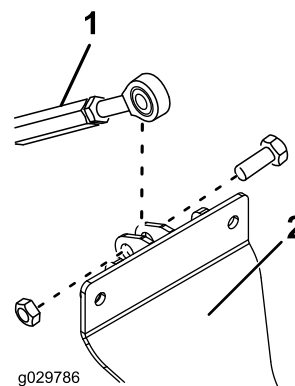

Figura 5
- Sujete la rótula del acoplamiento roscado al soporte del cilindro con un perno (1/2" x 1 1/2") y una contratuercas (1/2"), según se muestra en Figura 5.